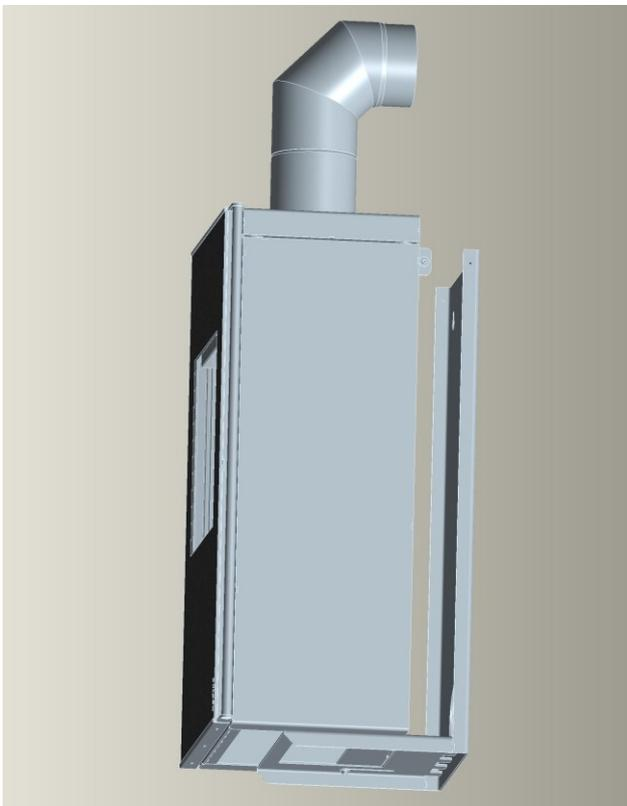

Abb. 9: Rauchrohr anschließen
5. Ofenkörper vorsichtig bis zum Anschlag ganz nach vorne ziehen. Rauchrohr mit Bogen aufsetzen, gegebenenfalls horizontale Rauchrohrverlängerung anschließen (Abb. 9).